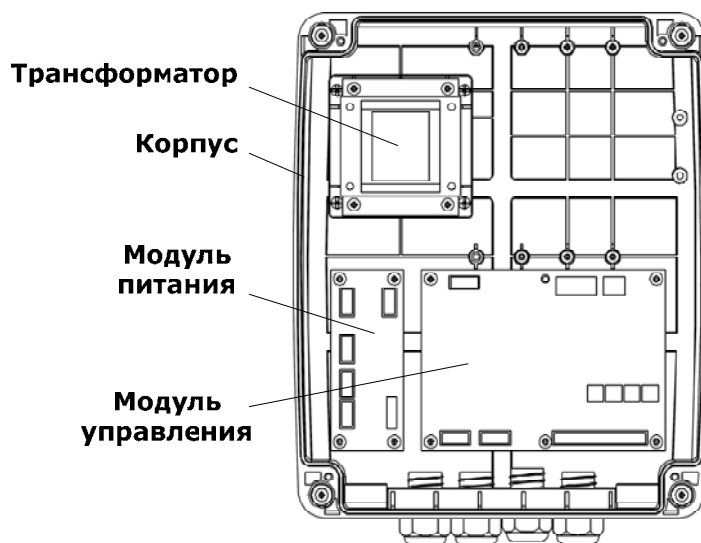
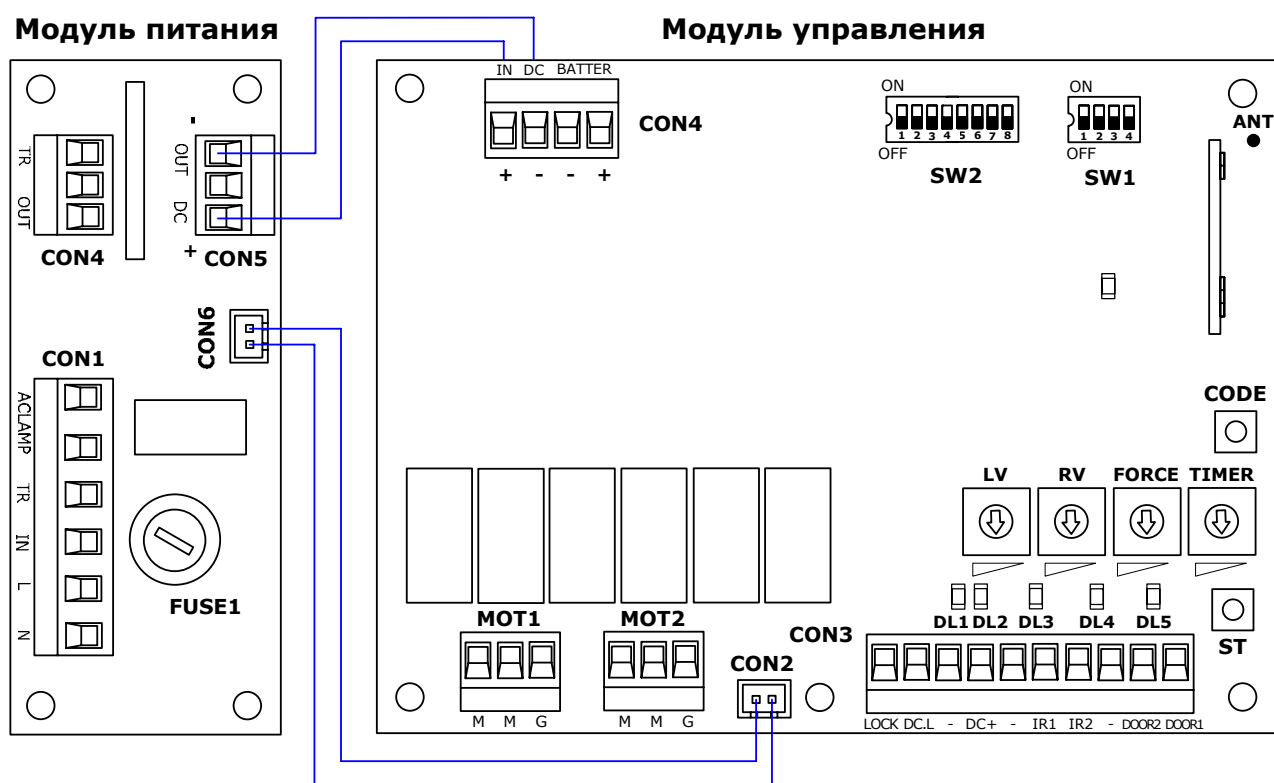

Рис. 9. Блок управления FA70-600 (со снятой крышкой)
Рис. 10. Модули блока управления
Блок управления FA70-600 осуществляет управление работой всех подключенных к нему электрических компонентов. Блок управления (Рис. 9) состоит из корпуса, трансформатора, модуля питания и модуля управления (Рис. 10).
К блоку управления привода могут подключаться другие устройства, отличные от вышеуказанных, например, универсальный приемник радиуправления и др. Цепи питания дополнительных устройств могут быть подключены к клеммам «IN» и «DC» (Рис. 10) разъема CON4 модуля управления блока управления (или «DC» и «OUT» разъема CON5 модуля питания блока управления), номинальное напряжение на которых 24В постоянного тока.
В качестве резервного источника питания может быть подключен аккумулятор (аккумуляторная батарея) 24В/5А·ч к клеммам «BATTER» разъема CON4 модуля управления (Рис. 10). Блок управления привода автоматически осуществляет переход на работу от аккумулятора при отсутствии питания электрической сети (основное питание) и автоматически осуществляет возврат к питанию электрической сети при его возобновлении. Блок управления осуществляет заряд аккумулятора, продолжительность зарядки – 30 часов.
- Установите DIP-переключатель **SW2 №8** модуля управления в положение "ON" (Рис. 10).
Настройка параметров работы привода осуществляется с помощью DIP-переключателей и потенциометров (Рис. 10) модуля управления.